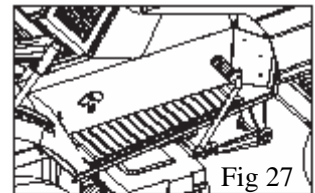

Fig 27
**REMARQUE :** Le moteur ne démarrera pas à moins que vous ne relâchiez la pédale d'embrayage/de frein, et que vous mettiez le levier de vitesses sur (N), puis la commande de rotation de la lame en position DÉSENGAGE.
2. Asseyez-vous au milieu du siège. Enfoncez à fond la pédale d'embrayage/de frein. Gardez le pied sur la pédale. (Fig 27)